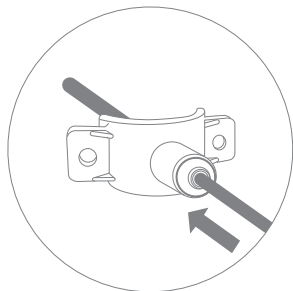

Рис. 10
4. Трубку красного цвета из комплекта поставки вставьте через хомут в просверленное отверстие на 7-10 мм (рис. 10).